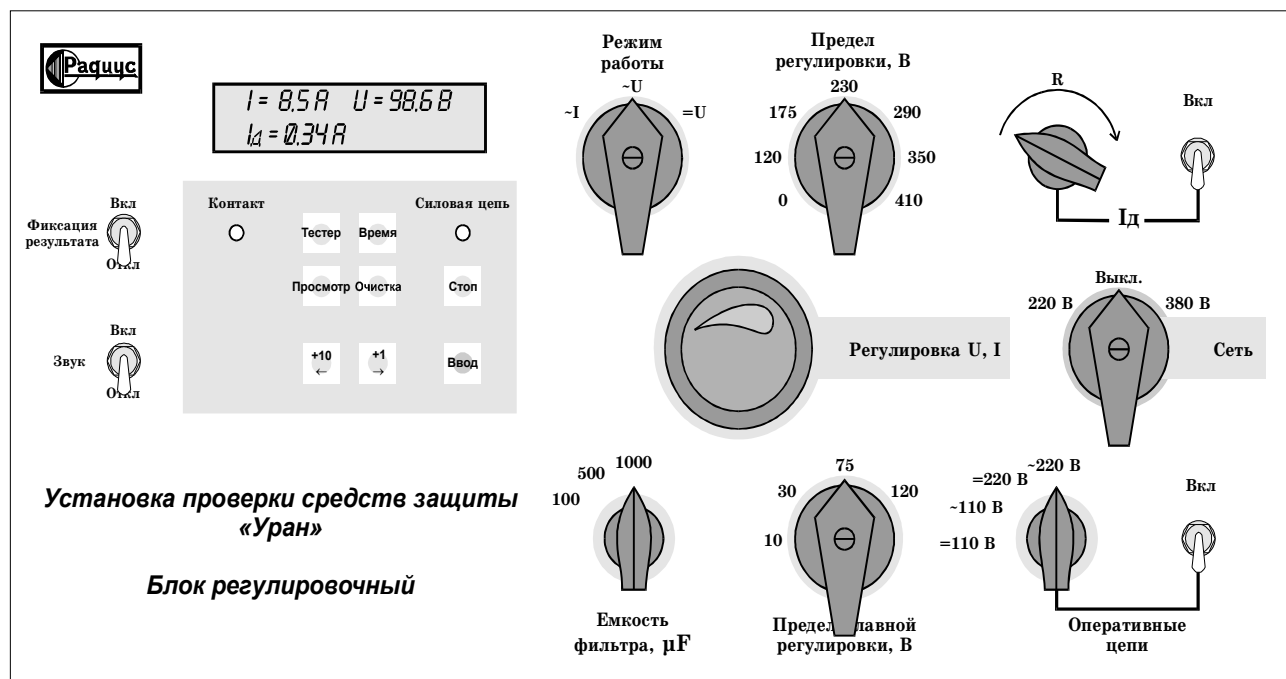

Рис. 1. Передняя панель блока регулировочного.
6.2.1. К органам управления блока регулировочного относятся набор переключателей и клавиатура (рис. 1).